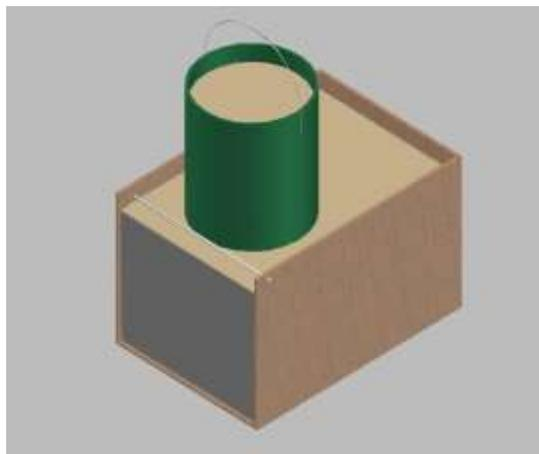

Figura 4. Posición del bote sobre el modelo
- a. Los equipos que superen la primera fase, colocaran un bote de plástico a 2 cm de distancia por detrás del tirante de acero (Ver Figura 4).